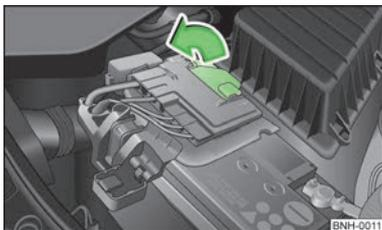

Abb. 120
- Die Abdeckung in Pfeilrichtung aufklappen » Abb. 120.